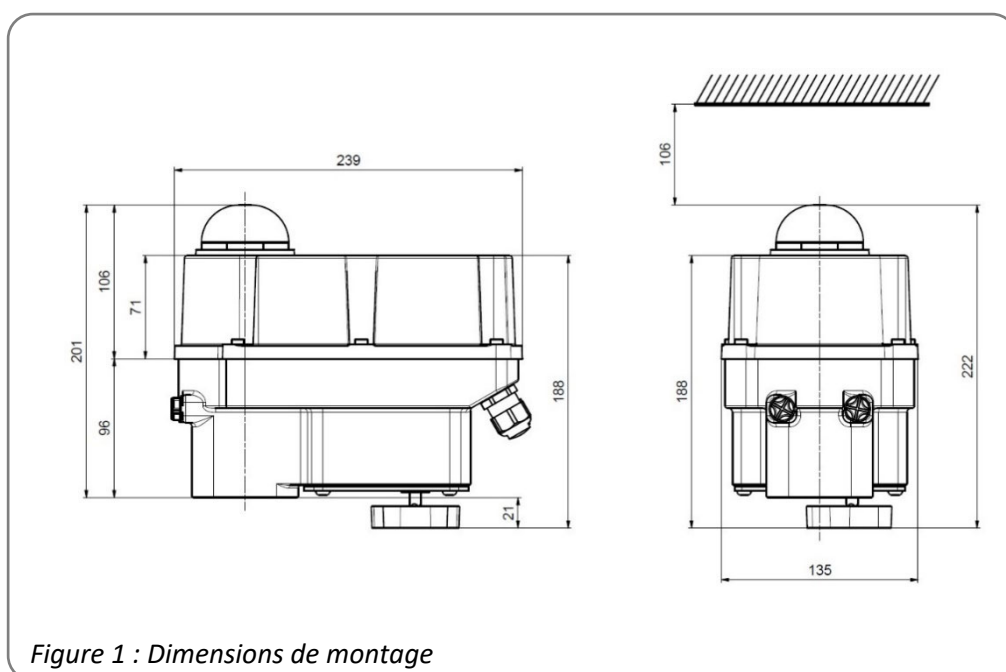
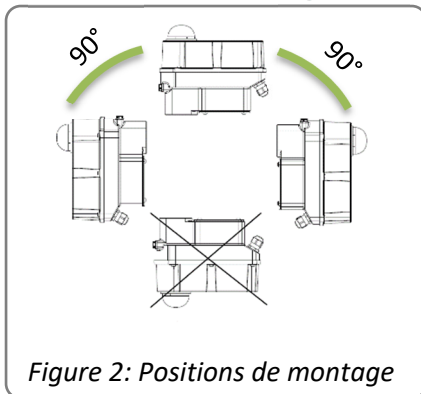

Figure 1 : Dimensions de montage
Figure 2: Positions de montage
- Les actionneurs doivent être installés avec un dégagement suffisant pour retirer le couvercle (Figure 1). La position de montage est arbitraire, à l'exception de la position "couvercle vers le bas" (Figure 2).